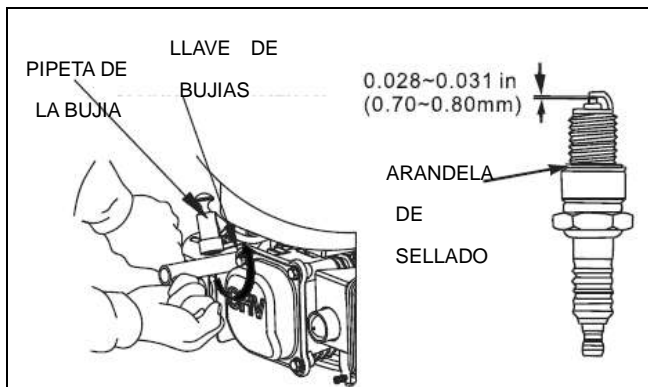

Fig. 11
4. Mida el espacio del electrodo con un medidor adecuado. El espacio correcto es 0.70 - 0.80 mm. Si se necesita un ajuste, corrija el espacio doblando cuidadosamente el electrodo lateral. (Vea Fig. 11)